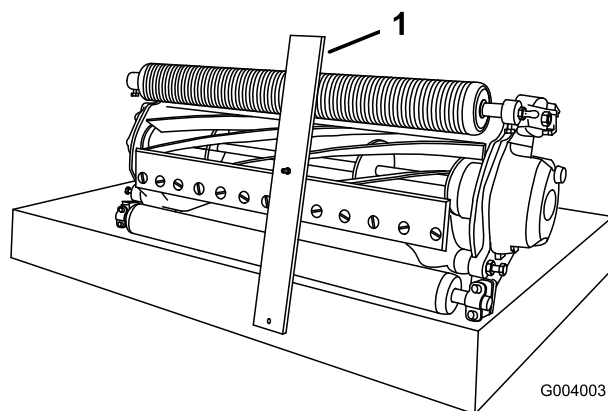

Figura 15
2. Prindeți capul șurubului calibrului pentru înălțimea de tăiere de partea dreaptă a marginii de tăiere a contracuțitului și sprijiniți capătul posterior al barei pe partea posterioară a rolei (Figura 15).